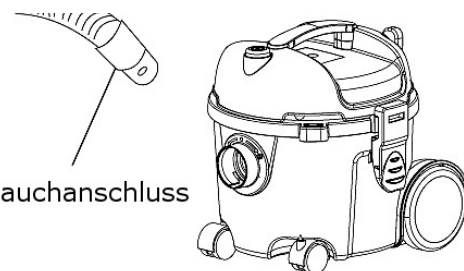

Abb. 7: Montage des Saugschlauchs
Schritt 4: Schließen Sie den Schlauch am Einlass des Trockensaugers an (Abb.7).